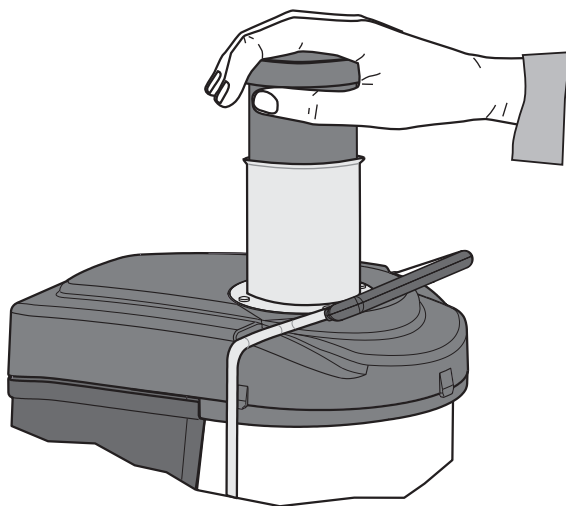

Fig. 7
- 6 Usando il pestello in dotazione, spingere gradualmente la frutta e/o la verdura in fondo al tubo di alimentazione verso il disco dentato in rotazione (vedere Fig. 7). Per ottenere più succo spingere sempre il pestello lentamente. Non inserire frutta e/o verdura quando il motore è spento.